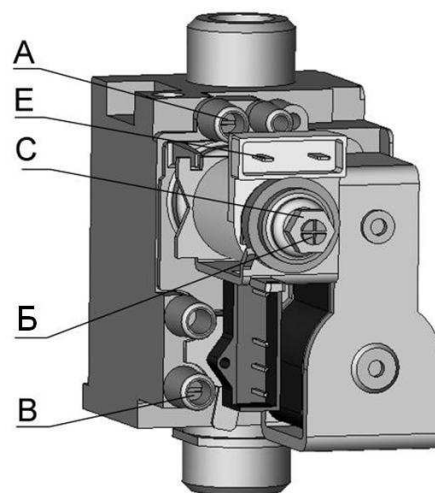

Рис. 13. Регулятор подачи газа
- 4) снять пластмассовый колпачок с регулировочных винтов С и Б (см.Рис. 13).